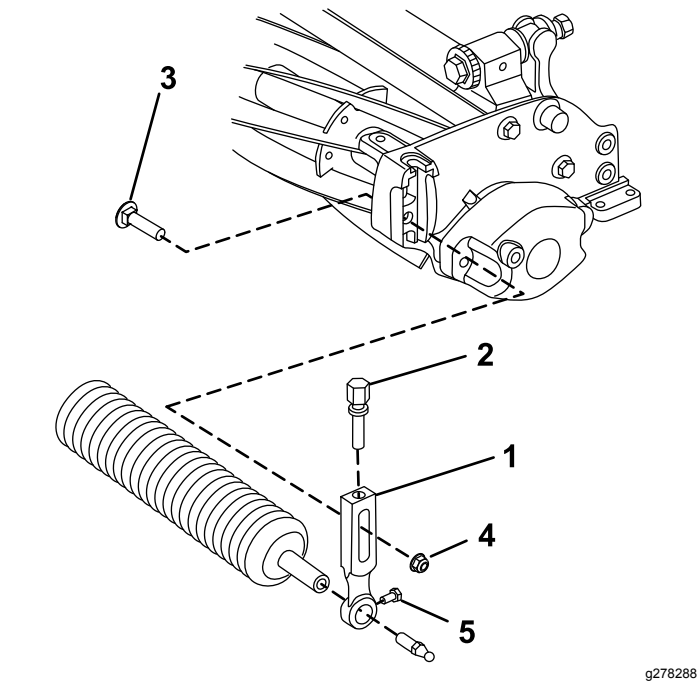

图3
- 卸下将其中一个剪草高度臂固定至滚刀组侧板的防松螺栓及凸缘锁紧螺母图3。
- 旋松剪草高度臂上的滚筒安装螺丝图3。
- 将滚筒轴滑入滚刀组另一端上的剪草高度臂中图3。
- 将剪草高度臂滑到滚筒轴上图3。
- 用之前卸下的剪草高度臂和紧固件将滚筒松松地固定到滚刀组上图3。
- 拧紧滚筒安装螺丝图3。